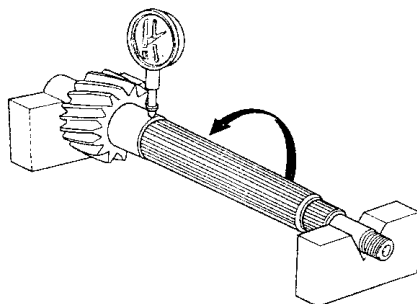

图 4-86 测量副轴振摆
2) 如图 4-86 所示, 将副轴的两端支撑起来, 以检测其振摆。测量振摆时, 将副轴完整地旋转两周。